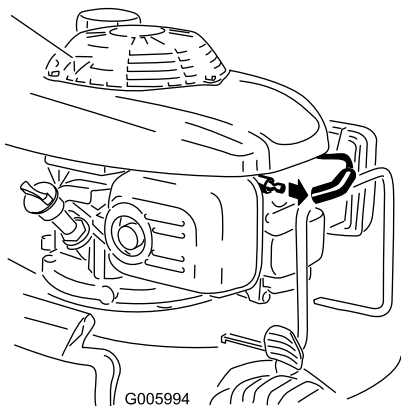

Figure 33
2. Débranchez la bougie (Figure 33) avant de procéder à un quelconque entretien.
2. Débranchez la bougie (Figure 33).